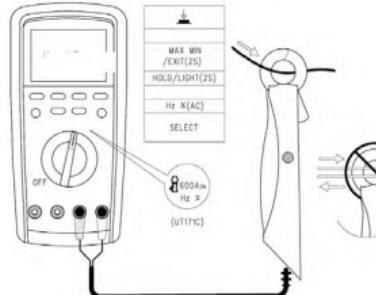

图 11
9. 60A/600A 外挂电流卡钳测量（见图 11）
按 RANGE 键进行 60A/600A 量程切换，SELECT 选择交直流电流卡钳测量（见图 11），用附件配置的电流卡钳，按图示连接进行测量。